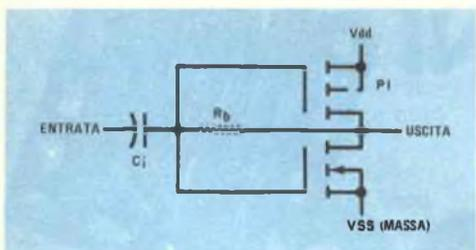

Fig. 1 - È rappresentata in figura un invertitore CMOS polarizzato per il funzionamento lineare.
**Fig. 1** - Il circuito è composto da sedici transistori pilota per LED Darlington, identici, ad alta impedenza d'entrata. L'alimentazione viene prelevata dal piedino 5 o dai piedini 14/16, che sono i piedini di alimentazione comune.
**Come funziona** - Come si vede nella *fig. 1*, ognuno dei sedici piedini del sistema di aggancio (P1) è collegato ad un transistor amplificatore n-p-n- Darlington attraverso un resistore da 100 k $\Omega$ . L'uscita di ciascun transistor è diretta, attraverso un resistore limitatore di corrente e poi attraverso un LED indicatore, alla linea positiva. Tutti i sedici emettitori sono collegati alla massa comune. I diodi D1 e D2 sono collegati al piedino 5 ed ai piedini 14/16 per far passare solo l'alimentazione positiva. Su un IC con quattordici piedini su doppia fila, il piedino 16 diventa piedino 14 e non si deve tenere conto dei due LED a destra. Solo il piedino più positivo contribuisce all'alimentazione del Digiviewer; l'altro diodo resta polarizzato in senso inverso e non carica l'entrata. Per provare un IC che non ha l'alimentazione sul piedino 5 oppure sui piedini 14/16, è necessario un altro diodo. Si possono aggiungere anche quattordici altri diodi, uno per piedino.
Effettivamente, le stesse caratteristiche rendono il CMOS utilizzabile in circuiti lineari. È solo necessario, come si vede nella *fig. 1*, aggiungere un resistore di polarizzazione ed un condensatore d'entrata. In tal modo il CMOS diventa un amplificatore lineare in classe A.
questa deriva. Lo stadio stabilizza così la sua polarizzazione con l'uscita allo stesso potenziale della soglia di bilanciamento d'entrata. Poiché la porta non assorbe una corrente apprezzabile, non c'è caduta in  $R_b$ . Questo effetto di corrente di porta zero permette l'uso di un'altissima resistenza per  $R_b$  (22 M $\Omega$  o superiore). Come blocco diretto di guadagno senza ritorno di segnale c.a., il circuito della fig. 1 si presta a molti impieghi.
Funzionante con luce incidente o riflessa, il fototachimetro ha cinque portate fino a 50.000 giri al minuto. Facilita le misure di velocità una sonda luminosa che si innesta e nella quale viene usato un fototransistore ad alta velocità. Con circuiti integrati ad alte prestazioni e prezzo modesto, il tachimetro a batterie, di cui è riportato lo schema nella *fig. 1*, ha precisione e stabilità elevate.
Fig. 1 - Gli impulsi luminosi che colpiscono Q1 vengono squadrati in IC1 e azionano il monostabile di precisione IC2. Gli impulsi d'uscita a corrente costante attraverso Q2 vengono espressi dallo strumento come giri al minuto. Cinque portate consentono misure fino a 50.000 giri al minuto.